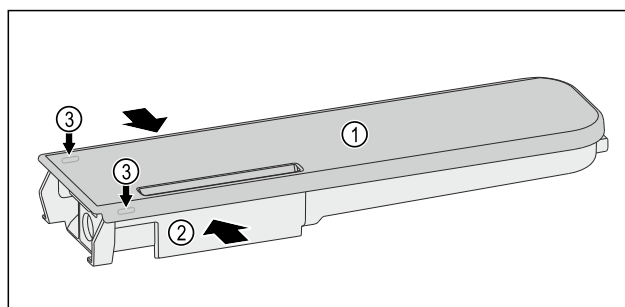

Fig. 173
- Druk het waterreservoir Fig. 173 (2) samen en til het deksel Fig. 173 (1) voorzichtig over de vergrendelingsnokken Fig. 173 (3) en trek het omhoog.
- Beweeg het deksel Fig. 173 (1) licht heen en weer en neem het naar boven toe af.